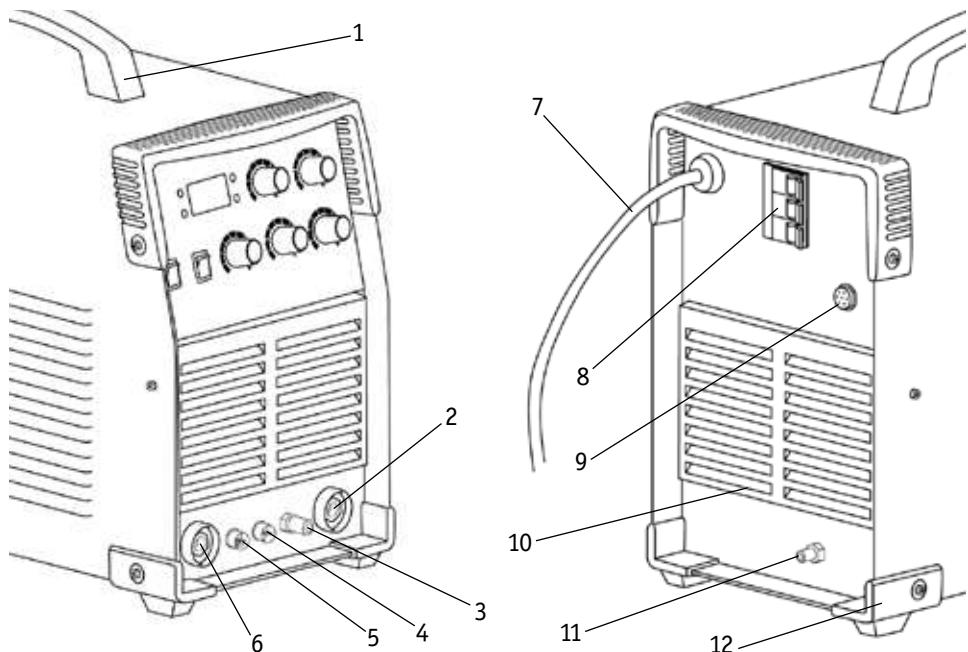

Рис. 6.1. Вид источника питания спереди и сзади.
3. Подключайте сварочные принадлежности для TIG сварки в следующем порядке. Подключите силовой разъем с подводом газа горелки в панельный разъем (См. рис. 6.1, п. 3) на передней панели аппарата. Закрутите его до упора по часовой стрелке. Убедитесь в плотной фиксации соединения.
4. Подключите 2-ріп разъём горелки к соответствующему разъёму на передней панели аппарата (См. рис. 6.1, п. 4).
6. Вставьте силовой наконечник кабеля заземления в панельную розетку со знаком «+» (См. рис. 6.1, п. 6) на передней панели аппарата. Поверните его до упора по часовой стрелке. Убедитесь в плотной фиксации соединения. Закрепите клемму заземления на заготовке.